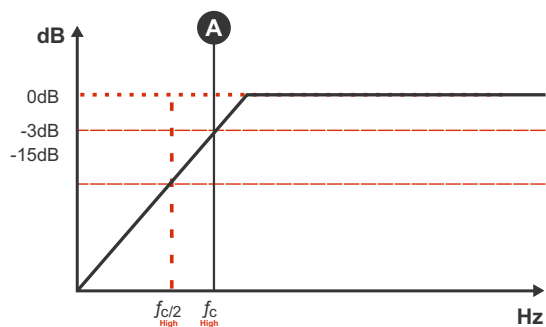

Figura 2
- Para utilização do filtro passa alta como na "Figura 2", posicione a chave na posição "FULL" e o controle variável "HIGH" na freqüência onde deseja efetuar o filtro entre 5Hz e 80Hz (A).